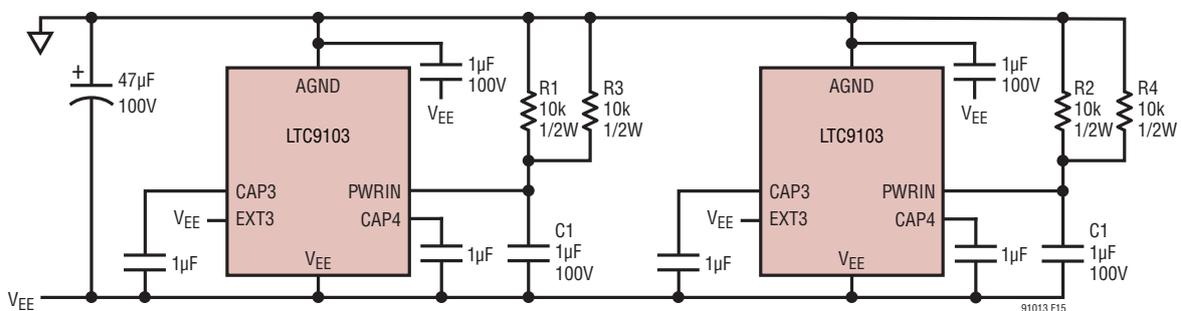

図15. 3.3V内部電源使用時の電源構成
3.3V内部レギュレータ使用時のプルアップ抵抗構成を図15に示します。バイパス抵抗R1、R2、R3、R4は、LTC9103に発生する熱を外部に放出します。PWRINピンの電圧は、LTC9103の動作モードと、それに対応する消費電流に従って変化します。バイパス抵抗が提供する電流以上の電流が消費される場合は、スタートアップ・レギュレータが電圧を6V(代表値)に維持します。スペースに制約のあるアプリケーションでは、プルアップ抵抗なしでLTC9103を動作させることができます。